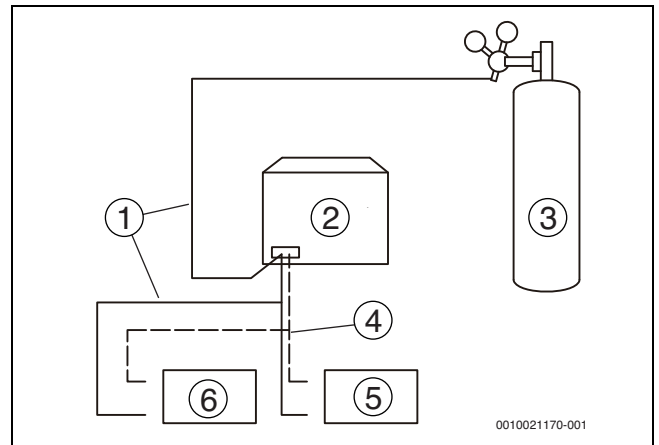

Рис. 22
4. Используйте заглушки для блокирования всех отверстий жидкой(газовой) стороны, за исключением отверстия в внутреннем блоке, которое самое дальнее от наружных блоков («Внутренний блок А» на рис. 22).